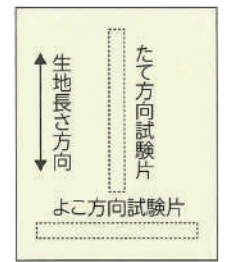

図1
- A. サンプルング** 幅3cm、長さ約30cmの試験片をたて方向及びよこ方向各3枚ずつ採取する。(図1)